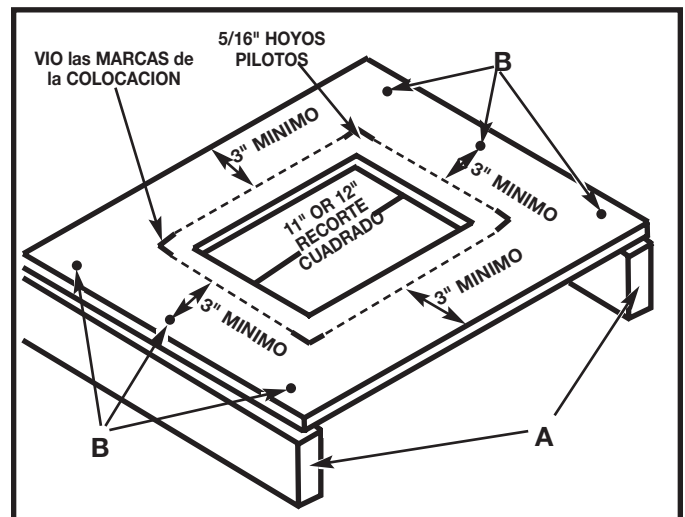

Fig. 4B
Usted también puede construir un soporte sencillo elevado, como se muestra en la Fig. 4B.
Encuadre la sierra en la superficie de apoyo y marque la ubicación de cuatro orificios de 7,94 mm (5/16") para realizar las perforaciones con un taladro (Fig. 4B).
Aleje la sierra y luego realice los orificios en estas marcas. Ubique y marque un cuadrado de 27,94 ó 30,48 cm (11" ó 12") centrado entre los cuatro orificios de montaje. Corte y quite el cuadrado (Fig. 4B).
Para elevar la superficie de apoyo, mida dos 2 x 4 (A) Fig. 4B al ancho de dos lados opuestos de la superficie de apoyo. Fije la superficie de apoyo a los bordes angostos de los 2 x 4 (como se muestra en la Fig. 4B con tornillos para madera (no suministrados) en por lo menos tres de los sitios (B) Fig. 4B de cada lado. Sujete la sierra a la superficie insertando el equipo